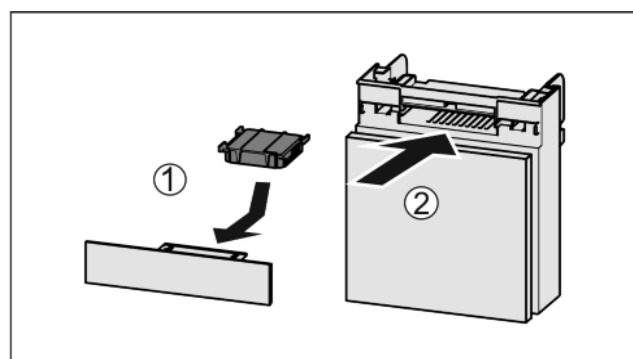

Fig. 52
- ▶ Insérer le filtre à charbon actif d'après le schéma Fig. 52 (1).
- ▶ Insérer le compartiment Fig. 52 (2).